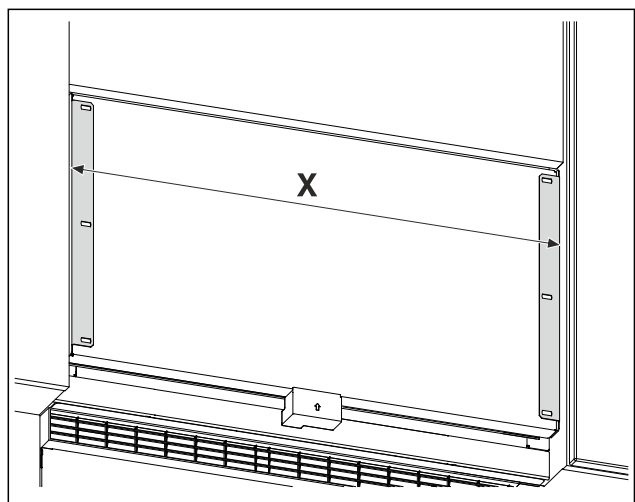

Fig. 25 Eksempelfremstilling
- Mål avstanden Fig. 25 (X) mellom de utvendige kantene til holdevinklene.